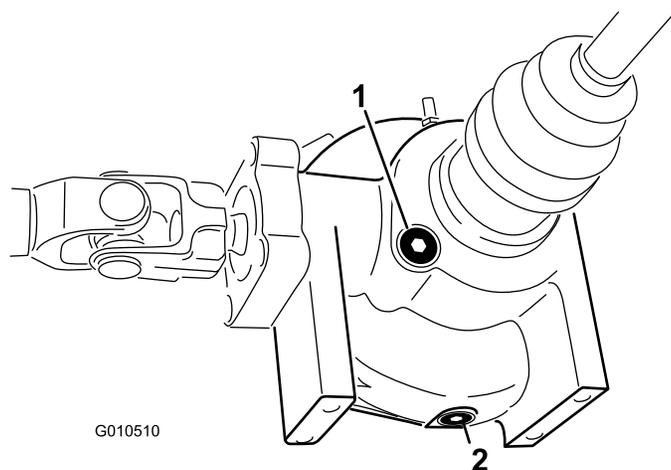

図 53
2. デファレンシャル側面にあるドレンプラグの周辺をウェスできれいにぬぐう(図 53)。